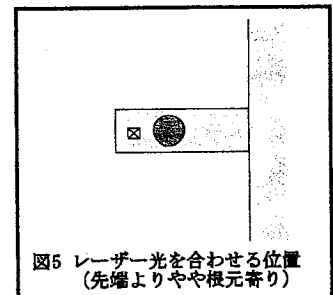
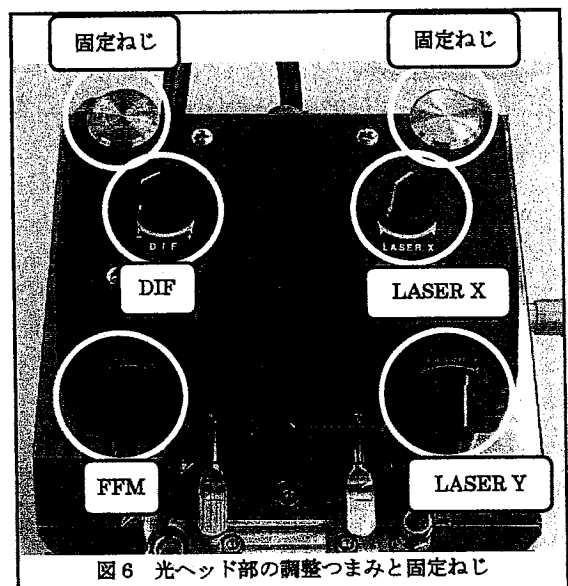

図5 レーザー光を合わせる位置
図6 光ヘッド部の調整つまみと固定ねじ
- (10) 光ヘッドを本体部に載せ、固定ねじ(2本、図 6 参照)で固定
- (14) [セットアップ]で[レーザー位置モニター]コマンドを選択→[レーザー位置モニター]ダイアログ表示
- (15) USBカメラ像を見ながら調整つまみ LASER X/LASER Y(図 6)を回し、レーザー光をカンチレバーの先端よりやや根元寄りに合わせる(図 5)
- (16) 調整つまみ LASER X/LASER Y(図 6)を回して、ADD 値が最大(8~13V。AI コート無しのカンチレバ一使用時は 3V 以上)になるよう調整
- (17) 光頭の照明を消灯
- (18) 調整つまみ FFM/DIF(図 6)を回し、スポット(●)が[レーザー位置モニタ]の図 7,8 に示す範囲(アミカケ部)を横切ってスムーズに移動することを確認
- (19) 調整つまみ FFM/DIF(図 6)を回し、[レーザー位置モニタ]中央の□枠内にスポット(●)を入れる(図 7,8) 調整つまみ FFM/DIF を回したときに ADD 値が減少する場合は、つまみを回す方向が逆です。
- (20) ADD 値が 8V 未満になっていたら、調整つまみ LASER X/LASER Y(図 6)を回して、ADD 値が最大になるよう調整